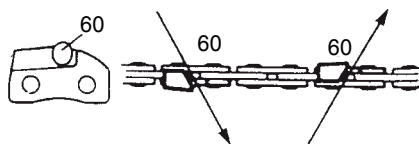

Fig. 46
Lime (60) la cuchilla en un lado de la cadena desde adentro hacia afuera. Lime sólo durante el desplazamiento hacia adelante. (Fig. 46)